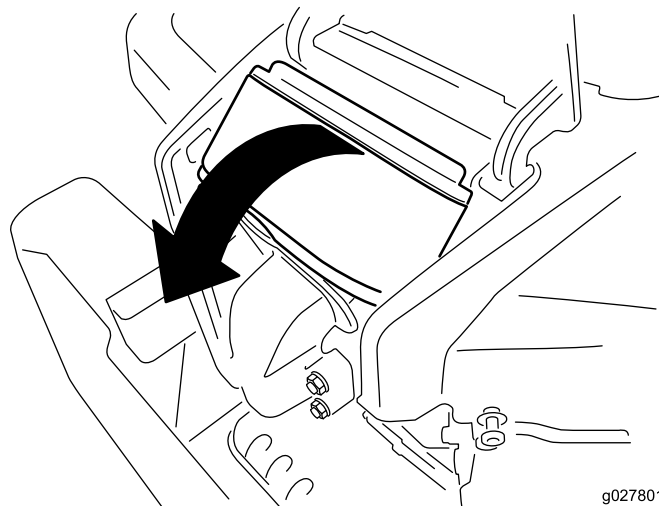

Figura 36
4. Retire la tapa y gire el limpiador de aire para retirarlo del motor (Figura 36).